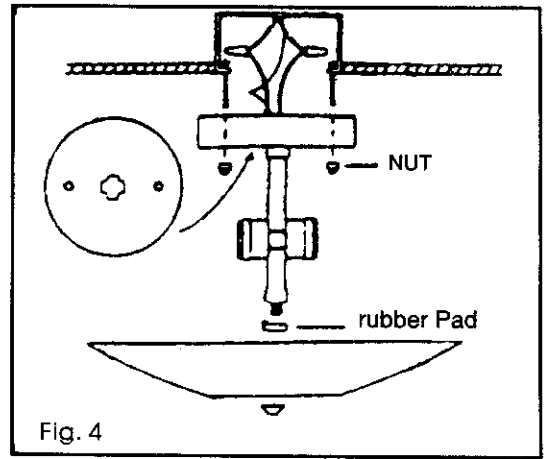

Fig. 4
4. Si es necesario colocar pantallas a la lampara. Algunos pantallas requieren el uso de dispositivos atomillado. No apriete demasiado el atomillado, porque podria romper el vidrio. Ver fig. 4, para la colocacion de la pantalla de fabrica, no incluida en todos los modelos.